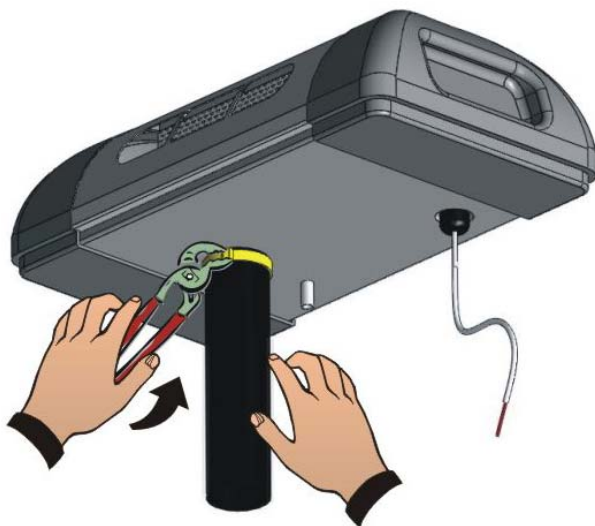
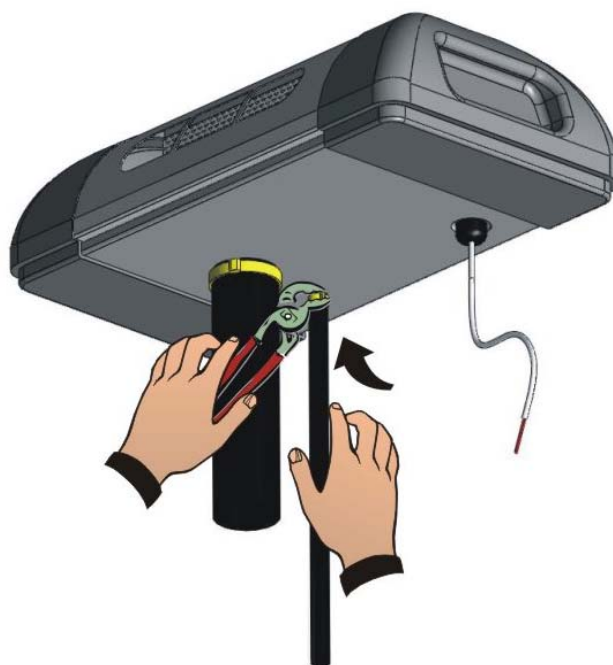

Рис. 2
Рис. 3
4. Присоедините шланг подачи пара к входному патрубку парораспределителя (диаметр 40 мм) (Рис. 2), а шланг отвода конденсата к дренажному патрубку (диаметр 10 мм) (Рис. 3).
4. Присоедините паровой шланг к входному патрубку парораспределителя, а шланг отвода конденсата - к дренажному патрубку диаметром 10 мм (Рис. 3).